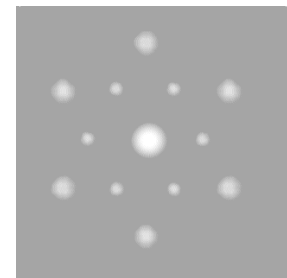

Fig. 2: diffractiepatroon van kristallijn grafiet.
Als we een dun plaatje grafiet bestralen met elektronen van de juiste golflengte (en dus juiste energie, want $E = h \cdot c / \lambda$) kun je het beeld van fig. 2 waarnemen op een scherm dat achter het door elektronen beschreven grafiet geplaatst is. Je ziet twee sets met punten in een zeshoek, elk behorend bij een van de roosterafstanden: grotere roosterafstanden zorgen voor stippen verder uit het midden.
1. Schat met een geodriehoek in fig. 2 de verhouding van de roosterafstanden die corresponderen met de twee verschillende sets lijnen (bijvoorbeeld 1:1.3).